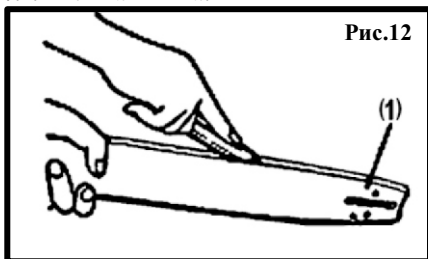

Рис.12
Когда пильная шина разобрана, удалите опилки в бороздке шины и масляном порте (см Рис.12,13). (1)-Масляный порт на шине, (2)-Порт для смазки ведомой звёздочки, (3)- Ведомая звёздочка шины.